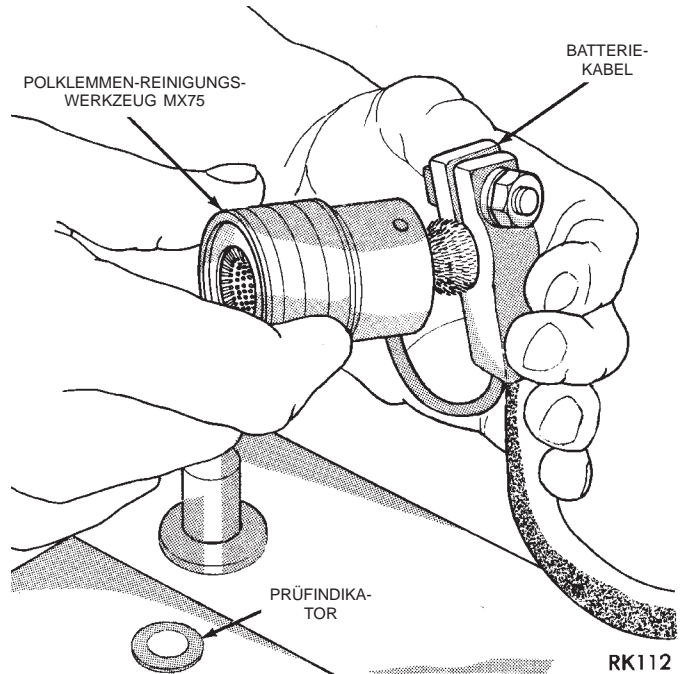

Abb. 13 Batterie-Polklemmen säubern
(7) Batterie-Polklemmen mit einem entsprechenden Werkzeug säubern (Abb. 13). Ausgefranste Kabel bzw. Kabel mit beschädigten Polklemmen müssen ausgetauscht werden.